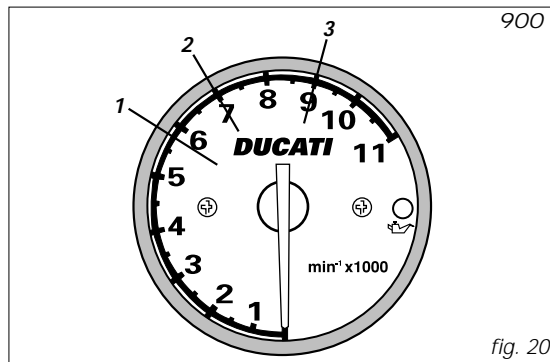

fig. 20
i 5.500÷6.000 min-1 (900) (fig.20).
i 7.000 min-1 (900) (fig.20).
Nel normale uso del motociclo, a fine rodaggio, si consiglia di non superare mai: la velocità massima ottenibile nelle singole marce (600/750) (pag. 56); i 9.000 min-1 (900) (fig.20).